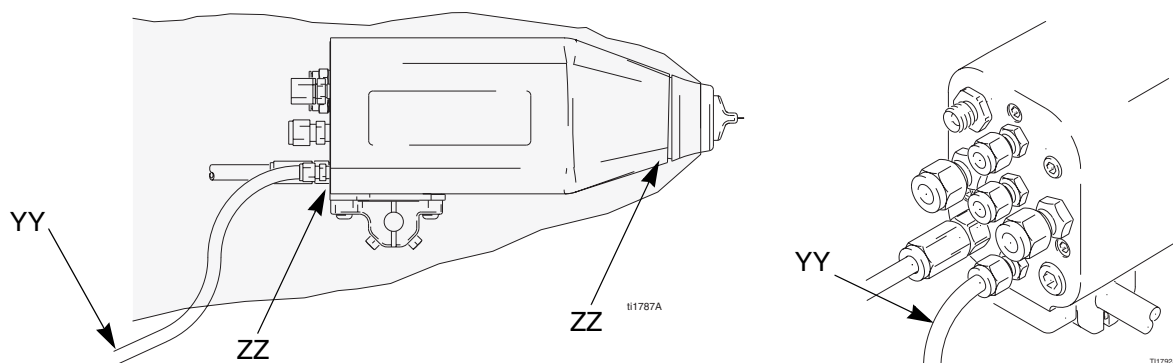

Fig. 16. Vérification de l'absence de fuites de produit
Pendant le fonctionnement, examiner régulièrement le tuyau d'échappement du collecteur (YY) ainsi que les deux extrémités du capotage du pistolet (ZZ) pour détecter la présence de produit. Voir Fig. 16. La présence de produit à ces endroits serait le signe d'une fuite de produit à l'intérieur du capotage qui pourrait provenir de fuites au niveau des raccords des tuyaux ou des joints produit.